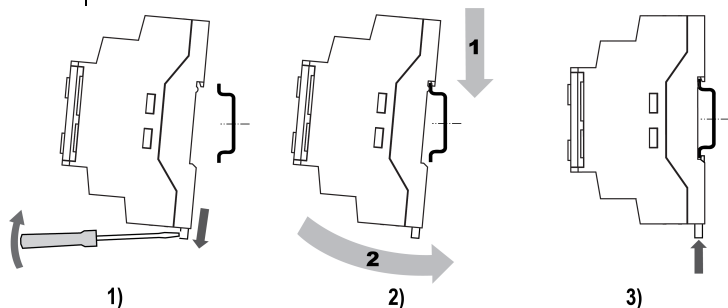

Рисунок 1 – Монтаж і демонтаж пристрою
2. Вставивши викрутку у ушко, відтягнути засувку (див. рисунок 1, 1). Пристрій встановити на DIN-рейку.
3. Пристрій притиснути до DIN-рейки (див. рисунок 1, 2, стрілки 1 і 2). Викруткою повернути засувку в початкове положення.